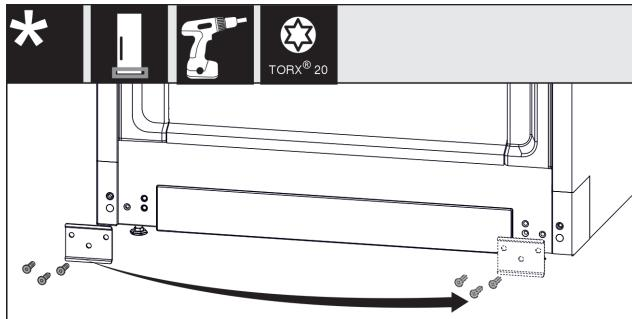

Fig. 13
- Deșurubați placa de tablă, mutați-o pe cealaltă parte și însurubați-o din nou. Fig. 13 (1)